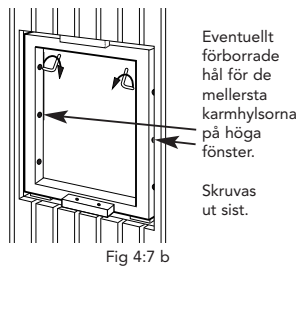

Fig 4:7 b
8. Kontrollera med vattenpass så att fönstret är rakt i alla sidor och inte lutar inåt eller utåt. Kontrollera så att karmsidorna inte böjs inåt på mitten, se fig. 4:8.